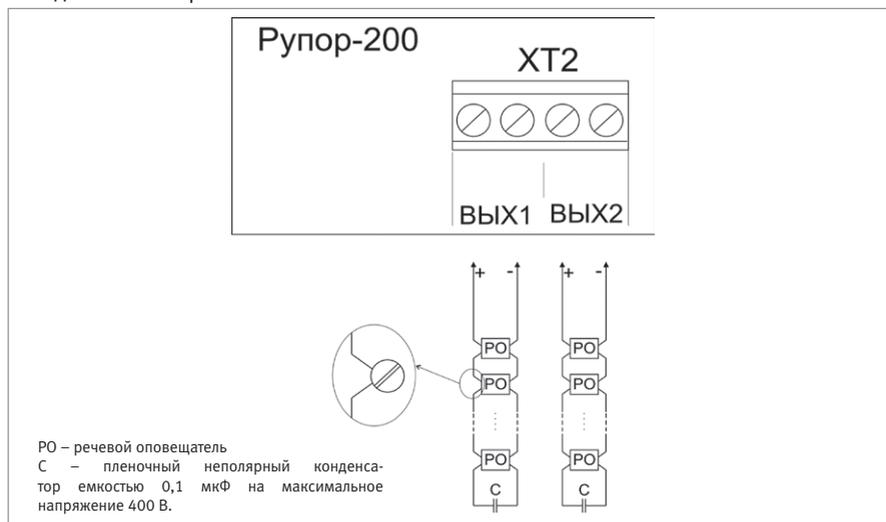

Рисунок 8. Подключение громкоговорителей к линиям оповещения
1. Типовая схема подключения речевых оповещателей (РО) приведена на рис.8. К каждой линии подключения «ВЫХ1», «ВЫХ2» можно подсоединить несколько РО, соединенных параллельно.
2. При параллельном подключении нескольких РО каждый следующий РО в линии подсоединяйте к клеммам предыдущего таким образом, чтобы провода соединялись только через клемму РО (рис. 8), но не между собой! (При отключении РО цепь должна разрываться).